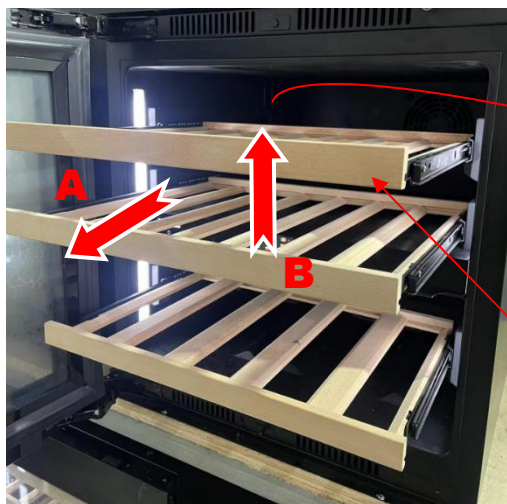
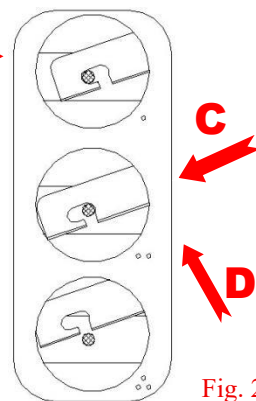

Fig. 1
Fig. 2
Estrarre il ripiano (A) e sollevare l'estremità anteriore del ripiano (B) (Fig. 1), quindi spingere i due lati dell'estremità posteriore del ripiano nella posizione appropriata (C) e sollevare uniformemente il ripiano, quindi estrarlo (D) (Fig. 2).